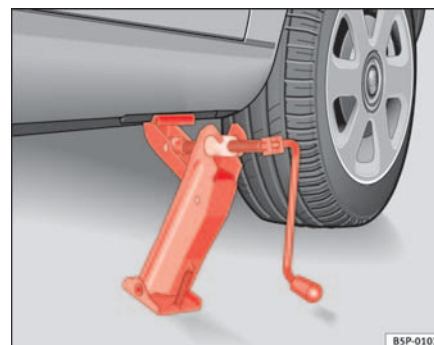

Abb. 168 Wagenheber
- Richten Sie den Wagenheber so aus, dass seine Klaue den Steg des Unterholms umfasst und die bewegliche Grundplatte plan auf dem Boden aufliegt ⇒ Seite 240, Abb. 168.